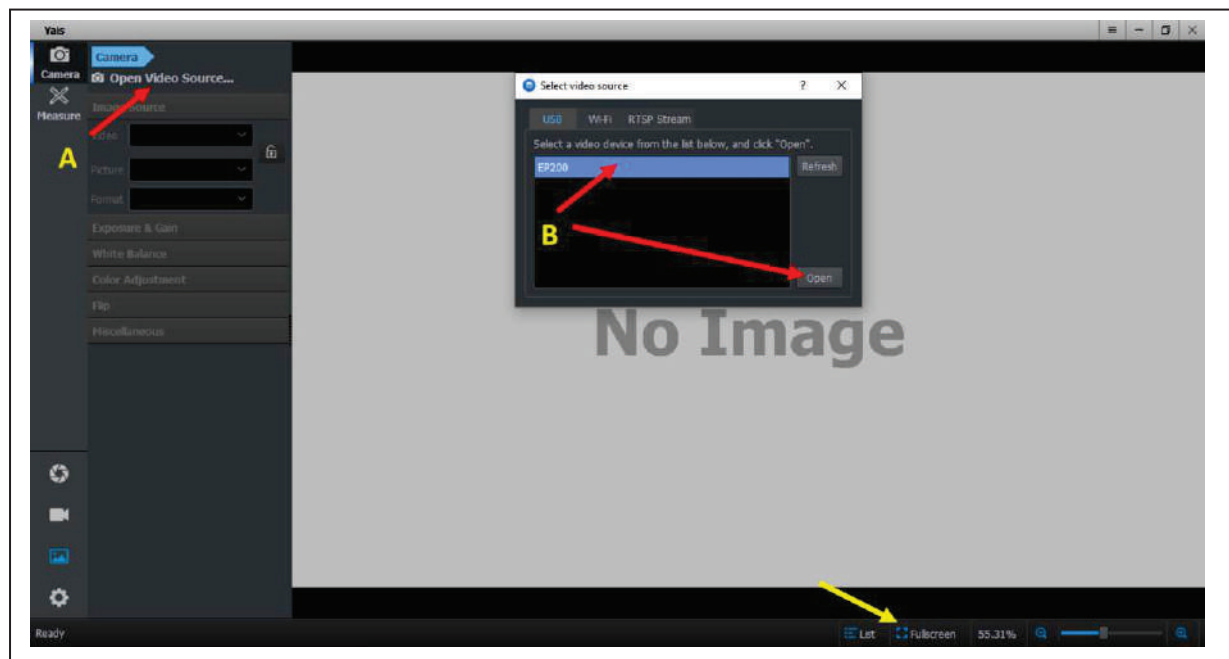

Figura 13 Imagem do A- Comando a ser dado para acionar como fonte de vídeo a Câmera NXM – EP200 e B- o comando para acesso à imagem capturada pela câmera.
A) Clicar na opção “Open Video Source” para selecionar como fonte de vídeo a câmera (Figura 13 A);
B) Na janela que se abrirá após o comando descrito no item “A” anterior, clicar na opção “EP200” e na opção “OPEN” (Figura 13 B) para acesso à imagem capturada pela câmera.
10º Passo – Utilizar o comando “Fullscreen” localizado na parte inferior da tela (Figura 13 – seta amarela) para ampliar a imagem de modo a tomar toda a tela da TV (Figura 14).